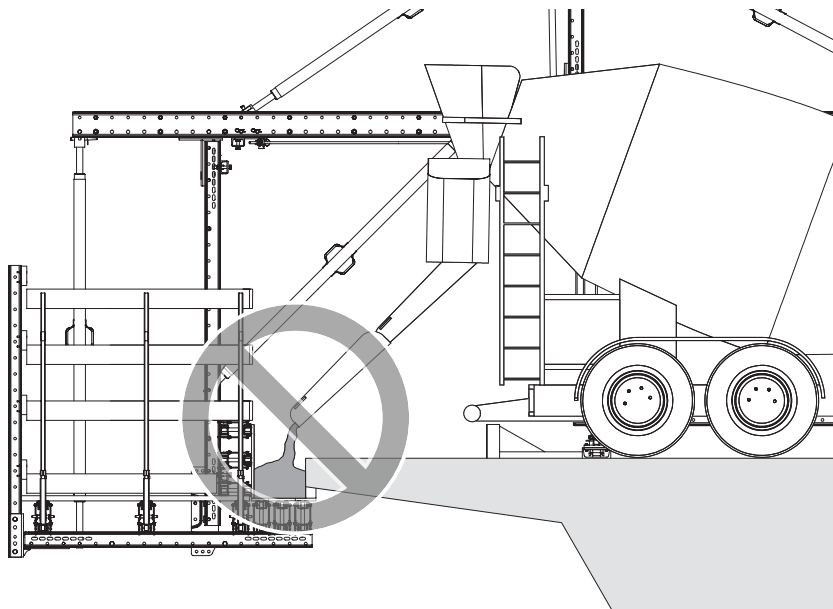

Fig. D2.01
- ⇒ Non versare il calcestruzzo direttamente nella cassaforma. (Fig. D2.01)